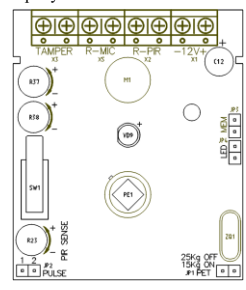

Рис. 2 Внешний вид платы извещателя
На плате обозначены (см. рисунок 2):
- подключить провода к клеммам подключения в соответствии с их назначением (см. рисунок 2);
- убедиться в наличии установленной на плате перемычки JP4 (LED) (см. рисунок 2);
Для регулировки дальности обнаружения извещателя используется потенциометр R23 (см. рисунок 2).
Для установки иммунитета используется перемычка JP1 (PET) (см. рисунок 2);
- регулировка чувствительности по высокой частоте (звук бьющегося стекла) осуществляется с помощью отвертки с плоским шлицем путем вращения регулятора потенциометра R38 (HF/SENSE) (см. рисунок 2);
- регулировка чувствительности по низкой частоте (звук от удара) осуществляется с помощью отвертки с плоским шлицем путем вращения регулятора потенциометра R37 (LF/SENSE) (см. рисунок 2);